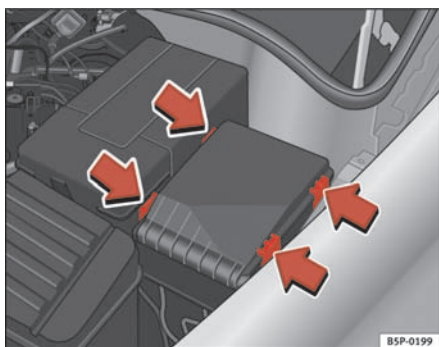

Fig. 178 Afdækning til sikringsboks i motorrummet
- Frigør afdækningen til sikringerne i motorrummet ved at trykke tappeme mod afdækningens midte ⇒ fig. 178.